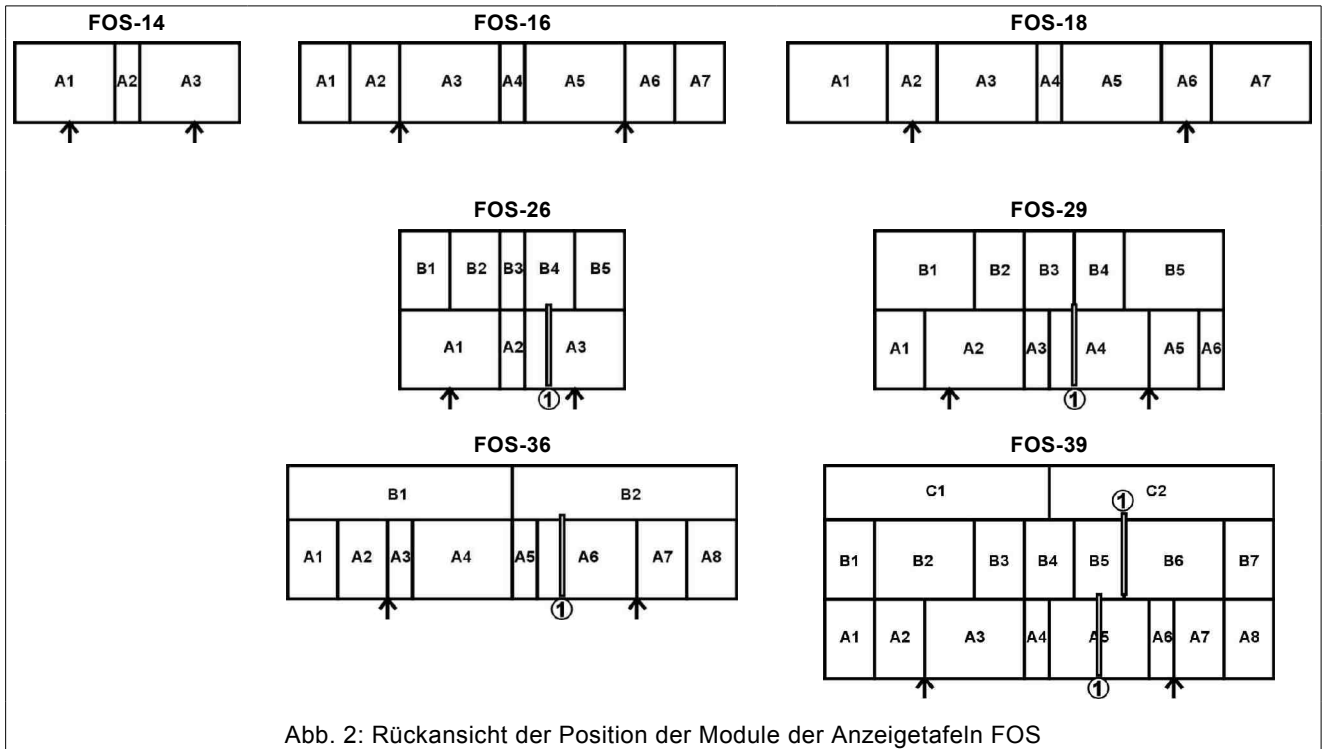
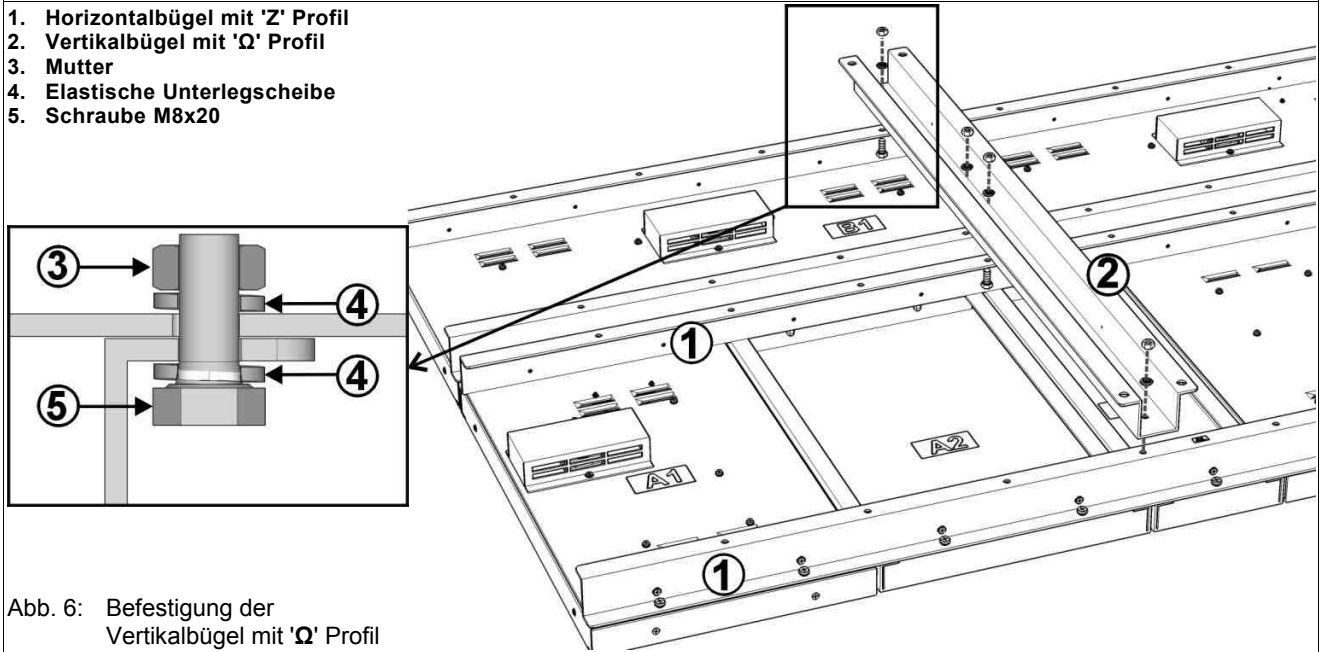

Abb. 2: Rückansicht der Position der Module der Anzeigetafeln FOS
Abb. 6: Befestigung der Vertikalbügel mit 'Ω' Profil
In Abb. 2 wird die Position der einzelnen Module in der Rückansicht der Anzeigetafeln dargestellt;
Den Zusammenbau der einzelnen Teile ist auf dem Fußboden durchzuführen; wir empfehlen Ihnen daher, Kartons oder sonstige Schutzmaterialien als Auflage auf dem Fußboden unterzulegen. Als erstes sind die horizontalen Zeilen der Anzeigetafel einzeln zu vervollständigen, die dann verbunden werden; für jedes Anzeigetafelmodell wird in der Abb. 2 mittels eines Buchstabens oder einer Zahl die spezifische Position eines jeden Moduls angezeigt.
1. Die auf der Rückseite mit dem Buchstaben 'A' gekennzeichneten Module mit der Vorderseite zum Fußboden gerichtet, von links nach rechts entsprechend der Nummerierung, wie in Abb. 2 dargestellt, anordnen.
5. Nach erfolgter Vervollständigung aller Modulzeilen diese in der Reihenfolge der Buchstaben aneinanderlegen (siehe Abb. 2), um die gesamte Anzeigetafel zu bilden.
6. Nehmen Sie nun die beiden großen Bügel mit 'Ω' Profil, deren Form in Abb. 6 mit der Nummer ② angezeigt wird, und positionieren Sie sie senkrecht an den beiden Punkten, welche in Abb. 2 durch die Pfeile angezeigt werden.
Mittels der Schrauben **M8x20**, den Unterlegscheiben und den Muttern (Anzugsmoment: 20Nm) die beiden 'Ω' Bügel, wie in Abb. 6 dargestellt, an alle Horizontalbügel mit 'Z' Profil befestigen.
7. Wenn die Anzeige aus mehreren Horizontalzeilenmodulen besteht, muss eine "Kabelhalterführung" gelegt werden, um den Durchgang der Kabel von den Modulen der oberen Reihe zur unteren Reihe zu ermöglichen; für die Module mit mehreren Zeilen kennzeichnen die Nummern ① in der Abb. 2 die Befestigungsposition der "Kabelhalterführung".